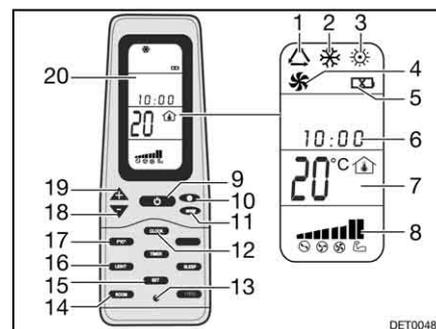

Bild 150 Fernbedienung
- Die Taste ON/OFF (Bild 150,9) drücken.
- Die Taste "Mode" (Bild 150,11) so oft drücken, bis die gewünschte Betriebsart (Bild 150,1, 2, 3 oder 4) auf dem Display (Bild 150,20) angezeigt wird.
- Mit den Tasten "+" (Bild 150,19) und "-" (Bild 150,18) die gewünschte Temperatur einstellen.
- Mit der Taste Lüftergeschwindigkeit (Bild 150,10) die gewünschte Lüfterstufe wählen.
*Ausschalten:* ■ Die Taste ON/OFF (Bild 150,9) drücken.